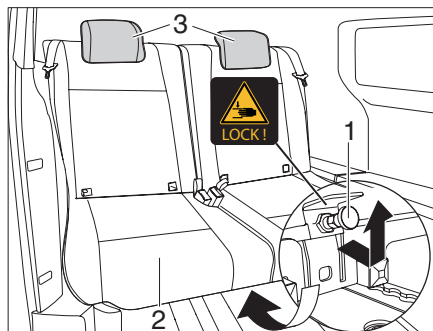
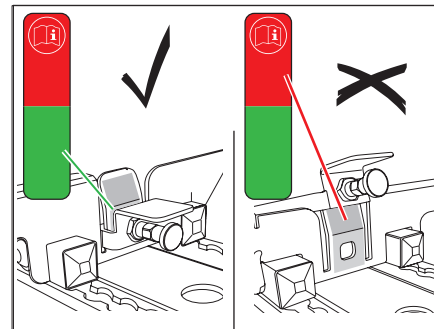
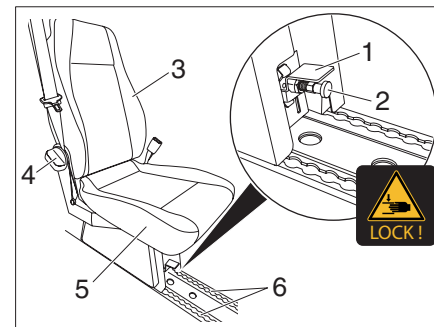

Fig. 16 Bloqueo del banco de asiento
Fig. 17 Posición de los bloqueos
Fig. 23 Montar el asiento
- ▶ Presionar y tirar suavemente del perno de bloqueo (Fig. 16,1) debajo del banco de asiento (Fig. 16,2).
- ▶ Empujar el banco de asiento (Fig. 16,2) hacia adelante y bloquear el perno (Fig. 16,1) de bloqueo de nuevo.
- ▶ Sacar el botón y los reposacabezas (Fig. 16,3) tirando hacia arriba.
- ▶ Levantar el asiento (Fig. 23,5) en el riel (Fig. 23,6). Para ello, la palanca de bloqueo (Fig. 23,1) debe estar en la posición superior (para marcas y etiquetados, véase Fig. 16 y Fig. 17).
- ▶ Compruebe si el asiento (Fig. 23,5) está correctamente engatillado.
- ▶ Tirar el perno de bloqueo (Fig. 23,2) y presionar hacia abajo la palanca de bloqueo (Fig. 23,1).
- ▶ Girar el botón de ajuste (Fig. 23,4). El respaldo (Fig. 23,3) se pliega hacia adelante.
- ▶ Tirar hacia arriba la palanca de bloqueo (Fig. 23,1).
- ▶ Levantar el asiento (Fig. 23,5) del riel y, si es necesario, apoyarlo brevemente.
- ▶ Coger el asiento por el cojín y el respaldo (Fig. 23,3) y sacarlo del vehículo.